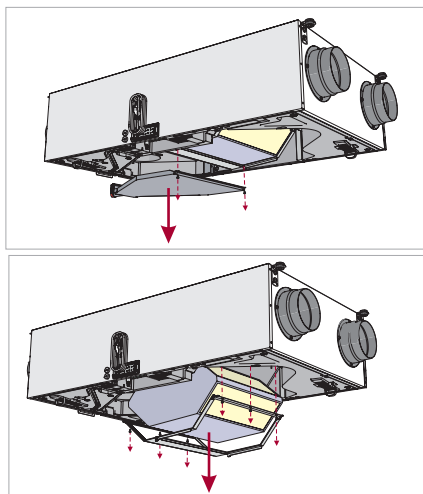
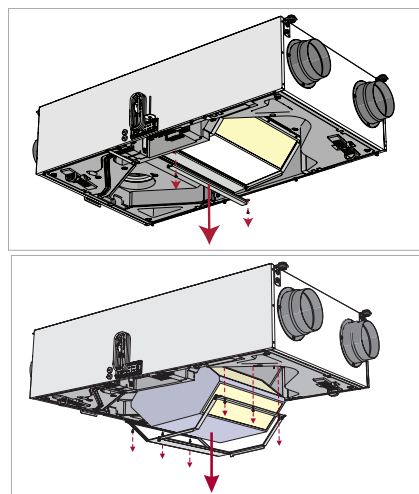
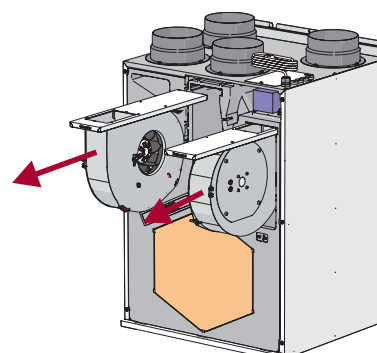

Afbeelding 6.5.1 Smarty 2X P
Afbeelding 6.5.2 Smarty 2X P E
Afbeelding 6.6.8 Smarty 3X P / 4X P
OPMERKING. Voordat u de stappen in Afbeelding 6.5.1 / Afbeelding 6.5.2, uitvoert, moeten de stappen in Afbeelding 6.3.1 worden uitgevoerd.
OPMERKING. Voordat u de stappen in Afbeelding 6.6.7, uitvoert, moeten de stappen in Afbeelding 6.3.1 (1-3) en Afbeelding 6.5.1 (1-4) / Afbeelding 6.5.2 (1-2) worden uitgevoerd.
OPMERKING. Voordat u de stappen in Afbeelding 6.6.8, uitvoert, moeten de stappen in Afbeelding 6.3.2 en Afbeelding 6.5.4 (1-3) worden uitgevoerd.
- Bij het verwijderen van de demper moeten de stappen in *Afbeelding 6.3.1* (1-3), *Afbeelding 6.5.1* of *Afbeelding 6.5.2* (1-3), *Afbeelding 6.6.7* (1-3) worden uitgevoerd voor Smarty 2X P, en stappen in *Afbeelding 6.3.2*, *Afbeelding 6.5.3* of *Afbeelding 6.5.4* (1-3), *Afbeelding 6.6.8* (1-2) voor Smarty 3-4X P.